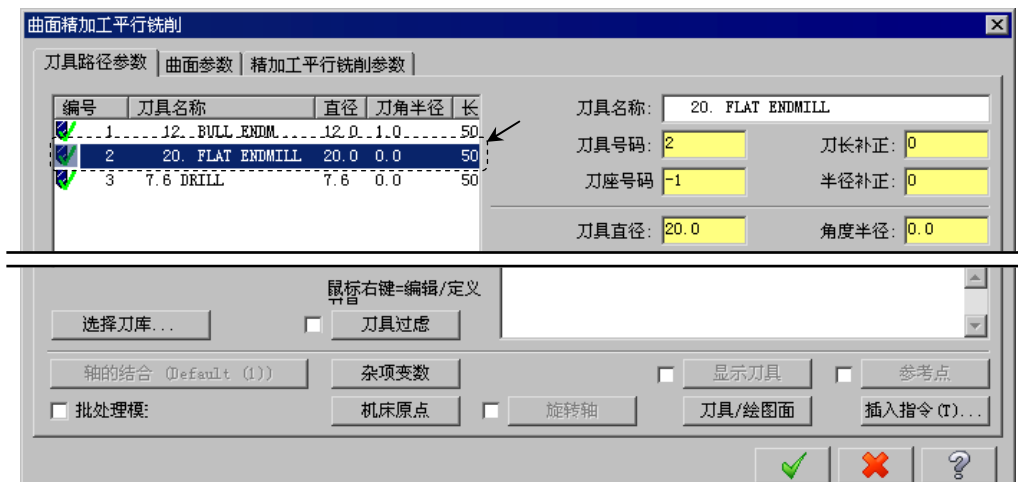

图 20.25 “刀具路径参数”选项卡
Step3. 选择刀具。在“曲面精加工平行铣削”对话框中取消选中 **刀具过虑** 按钮前的 ☐ 复选框，选择图 20.25 所示的刀具。